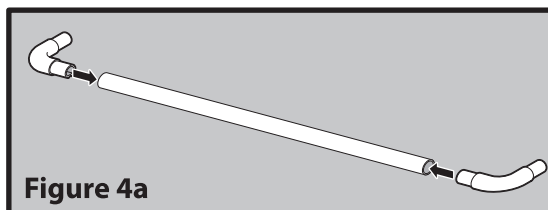
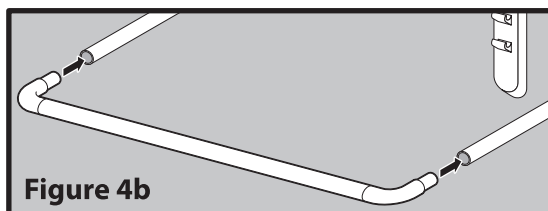

Figure 4a
Figure 4b
4. Insert the last two corner supports, with the smooth side facing up, onto the remaining tube, with no holes (figure 4a). Then insert the two corner supports into the tubes with holes (figure 4b).
4. Insérer les deux derniers raccords à angle droit, face lisse en haut, dans le dernier tube sans trou (figure 4a). Insérer ensuite les raccords dans les tubes dotés d'un trou (figure 4b).